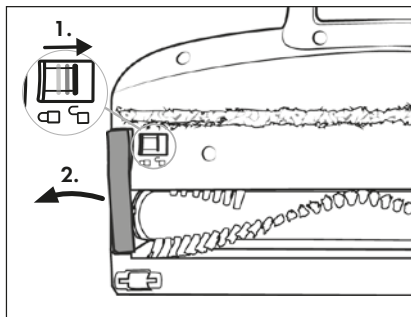

Fig. 24
- 2) Disimpegnare il rullo a spazzola **21** spostando lo sblocco del rullo a spazzola **19** con il dito verso destra e rimuovendo il supporto del rullo a spazzola **20** dalla spazzola per pavimenti **22** (vedere fig. 24).